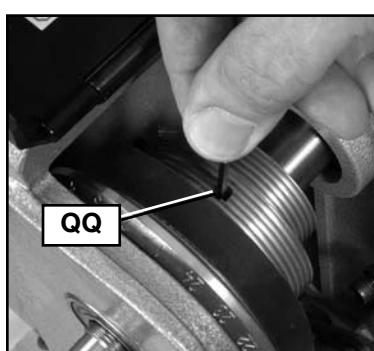
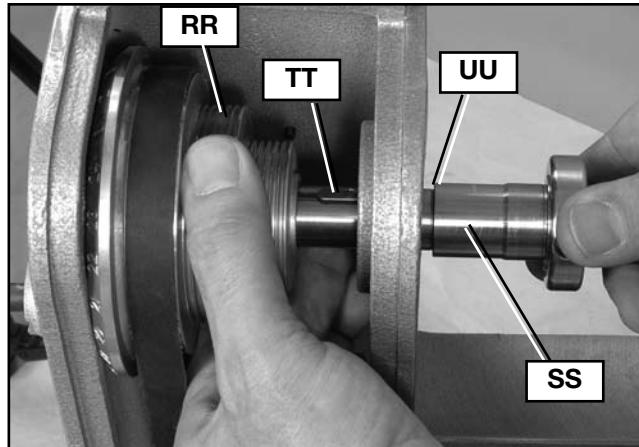

Fig. 33
Fig. 35
6. Desserrer la vis de calage (QQ) de la poulie de l'arbre, fig. 33, au moyen de la clé hexagonale.
10. Insérer la poulie de l'arbre (RR) à l'intérieur de la poupée fixe (comme montré à la fig. 35) et la maintenir en position lors de l'insertion de la tige de la poulie (SS) dans la poupée fixe et la poulie. Prendre soin d'aligner la clavette de la tige (TT) avec la rainure de clavette (non illustrée).
11. S'assurer que la poulie est fermement enfoncee contre l'épaulement (UU) de la tige.
12. Serrer fermement la vis de calage (QQ) de la poulie, fig. 33.